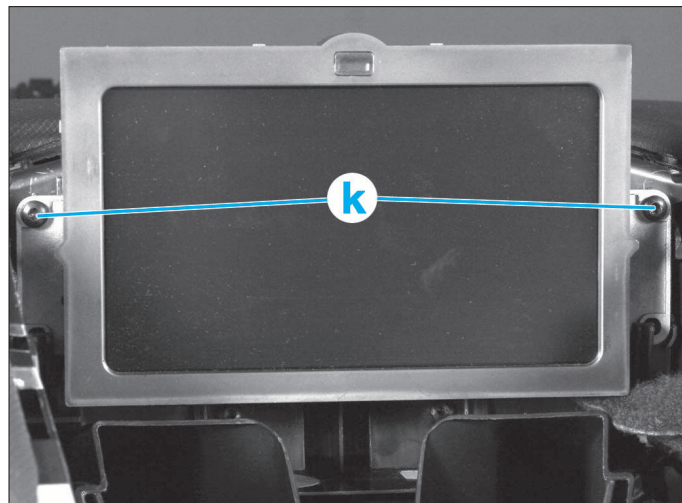

FIG. 40
- Dévisser les deux fixations à empreinte Torx T10 (k) (Fig.40).